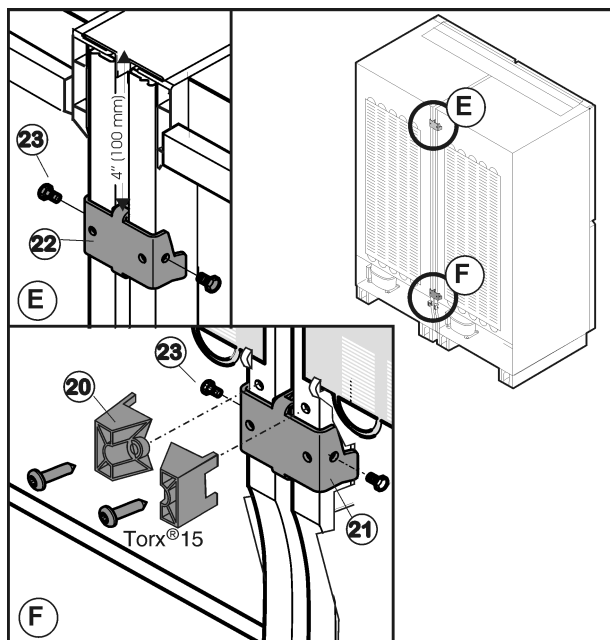

Fig. 45
- Démonter sur la face arrière de l'appareil en bas la pièce d'écartement Fig. 45 (20).
- Enfiler la pièce de raccordement inférieure Fig. 45 (21) et visser Fig. 45 (23) sur le côté.
- Mettre la pièce de raccordement supérieure Fig. 45 (22) et visser Fig. 45 (23) sur le côté.
- Serrer à fond les vis Fig. 45 (23).